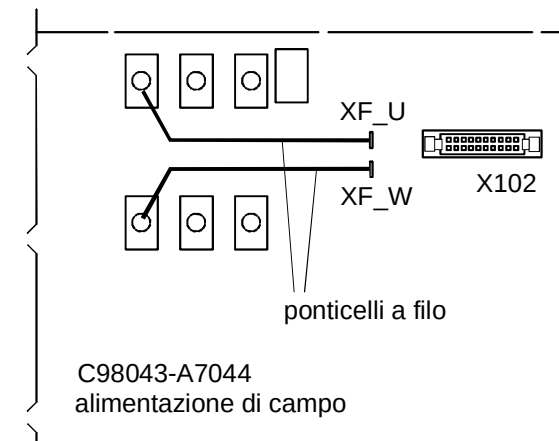

Fig. 6.10.3.1
- inserire ponti a filo secondo Fig. 6.10.3.1